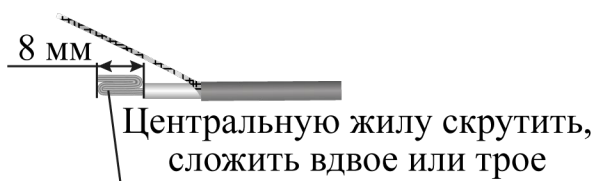

Рисунок 4.34
– зачищенную центральную жилу сложить вдвое или втрое (рисунок 4.34), вставить в гильзу соединительную, обжать с помощью специального инструмента (рекомендуется применять клещи обжимные – пресс-клещи КО-01 или аналог);